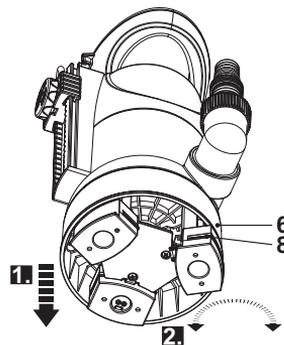

Fig. 4
- Tirer vers le bas pour extraire les extensions de la base (8) des compartiments (8c) en bas de la base (6) (Fig. 4, 1.).
- Tourner les extensions de base à 180° jusqu'à ce qu'elles s'enclenchent (Fig. 4, 2.).